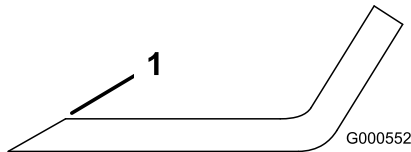

Figura 52
1. Utilice una lima para afilar el filo de corte en ambos extremos de la cuchilla (Figura 52).
**Nota:** Si la cuchilla no está equilibrada, rebaje algo el metal en la parte de la veta solamente (Figura 52).